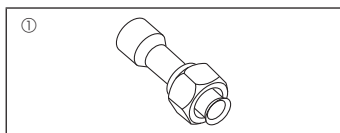

Fig. 1-1
1.6. Εξαρτήματα εξωτερικής μονάδας (Fig. 1-1) (SHW230)